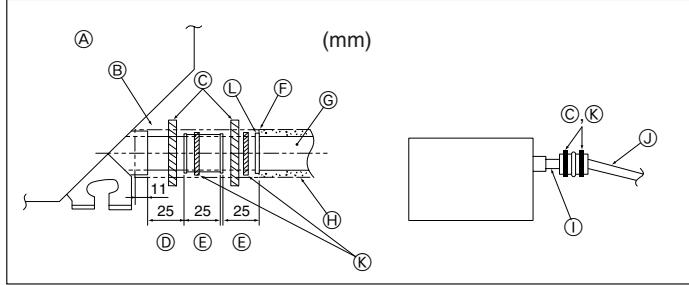

Fig. 6-2
⑰ Biegssames Rohr und Rohrleitung isolieren (PVC-Rohr, O.D. Ø32 und Rohrmuffe).
1. Die Ablämmuffe (mit der Anlage geliefert) an den Dränageauslaß anschließen. (Fig. 6-2) (Das Rohr mit PVC-Kleber ankleben und dann mit einem Band sichern.)